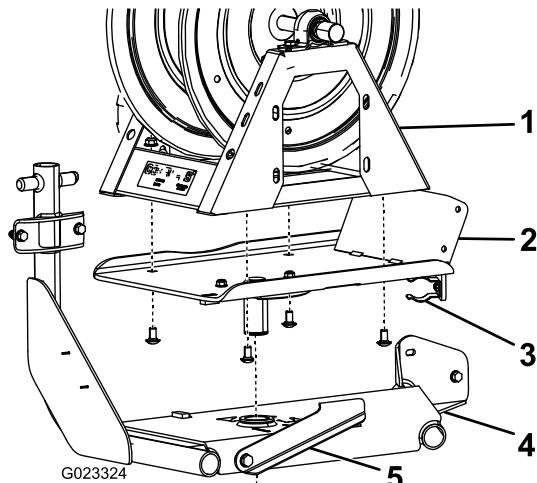

Figura 6
2. Sujete el soporte giratorio a la parte inferior del carrito de la manguera con 4 pernos de cuello cuadrado y 4 tuercas con arandela prensada (3/8 pulgada) (Figura 6).
3. Introduzca el soporte giratorio en el orificio del bastidor del carrito de la manguera (Figura 6).